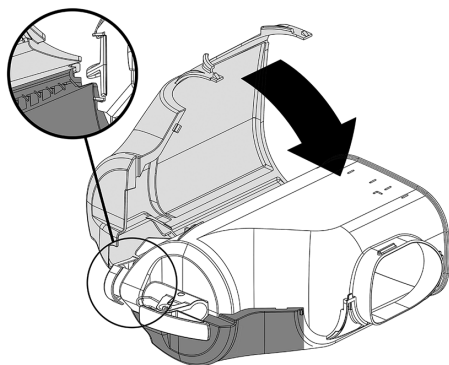
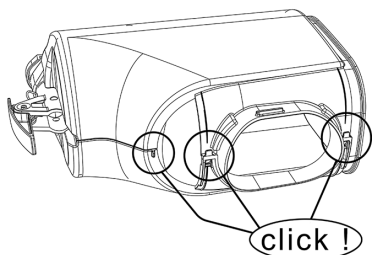

figura 7
figura 8
**2** Posizionare la parte sinistra del recover, facendo attenzione a far combaciare l'incastro evidenziato. Chiudere ora a scatto le due parti. (vedere figura 7) (vedere figura 8).